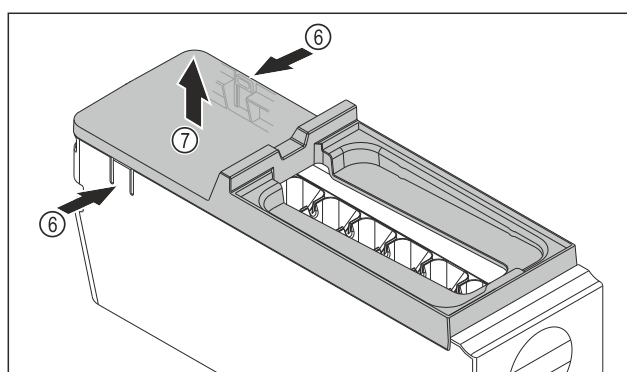

Fig. 79
- Afdekking van de EasyTwist-Ice-corpus wegnemen: Strips Fig. 79 (6) aan beide zijden van de EasyTwist-Ice-corpus met een hand indrukken.
- Afdekking Fig. 79 (7) met de andere hand van bovenaf wegnemen.